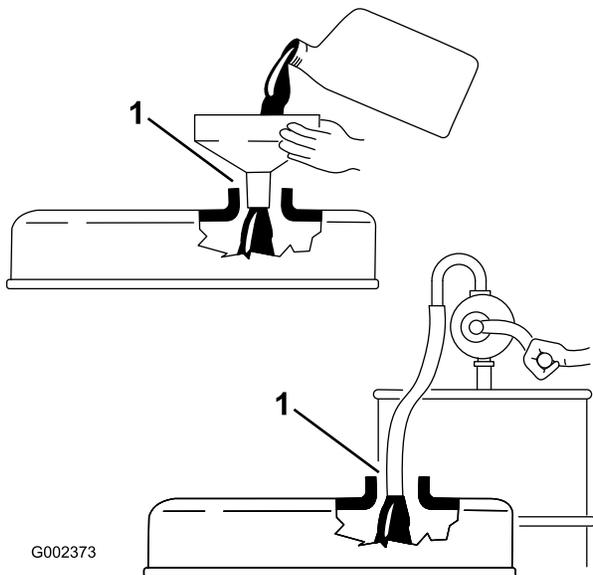

Figura 24
**Importante:** Assicuratevi che l'asta di livello non sia inserita nel relativo tubo mentre versate l'olio nel motore. In caso di aggiunta o rifornimento di olio, vi deve essere gioco tra il dispositivo e il foro di riempimento dell'olio nel coperchio della valvola, come mostrato in Figura 24. Il gioco è necessario per consentire l'aerazione durante il riempimento, prevenendo l'eccesso di olio nello sfiatatoio.